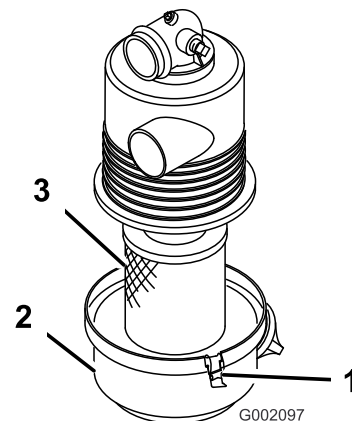

Figura 26
3. Instale el elemento del filtro de aire en la carcasa del filtro de aire (Figura 26).
4. Alinee la cubierta del filtro de aire con la carcasa del filtro de aire y fije la cubierta a la carcasa con los enganches (Figura 26).